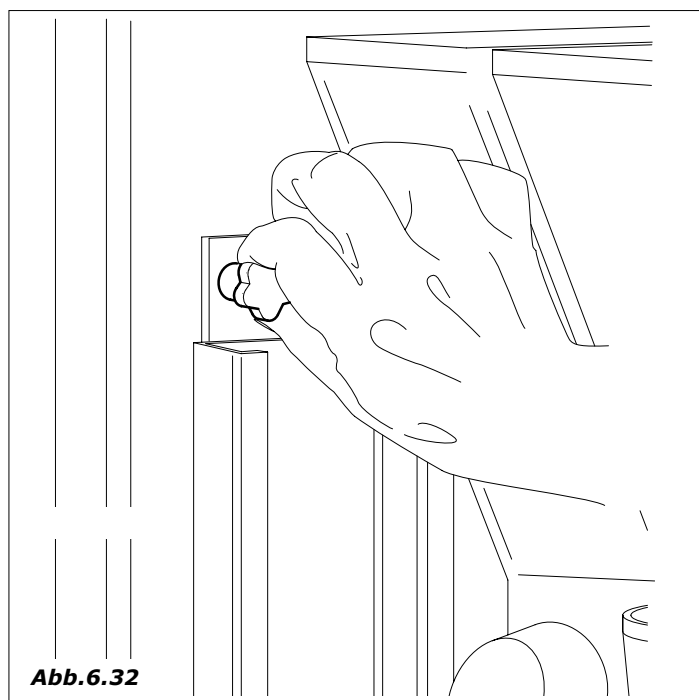

Abb.6.32
- Knopf, der den Stäbestapler fixiert, lockern (nicht komplett ausschrauben) (Abb. 6.32).